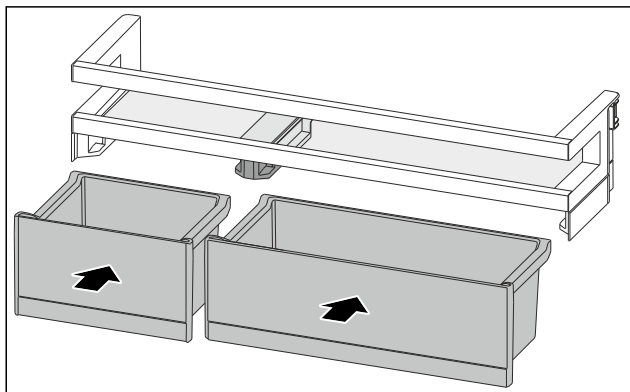

Fig. 98
- Inserire i VarioBox in posizione scambiata. (vedere Fig. 98)